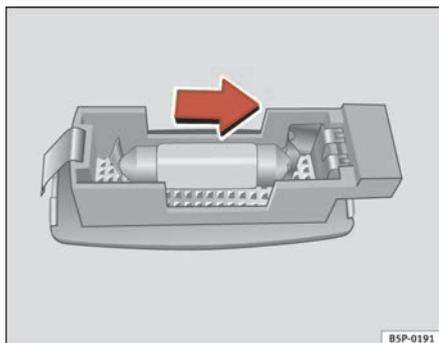

Fig. 196 Desmontagem da luz da pala do sol
- Retirar a luz com cuidado, utilizando a parte plana da chave de parafusos, tal como indica a figura ⇒ **fig. 196**.
- Retirar a lâmpada, movendo-a no sentido da seta e para fora ⇒ **fig. 196**. ■